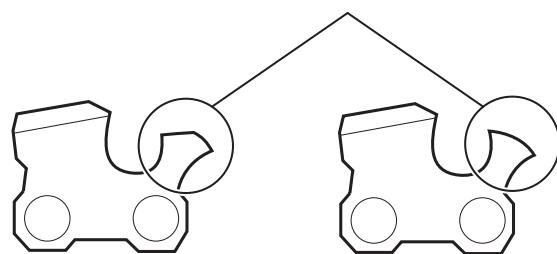

Fig. 35
- Despues de bajar el calibre de profundidad, utilice la lima plana para devolverle al calibre de profundidad la forma redondeada original (Fig. 35). Tenga cuidado de no dañar los bordes de corte y los eslabones cercanos.